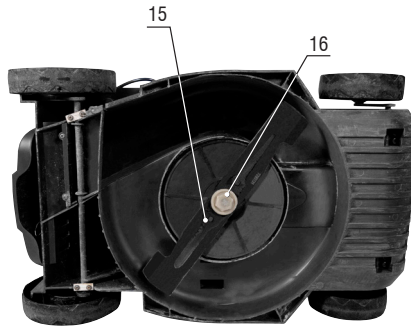

Figura 16 – Substitución de la lámina de corte
- a) Suelte el perno de fijación de la lámina (19);
- b) Retire la lámina (17), y substitúyala (figura.16).